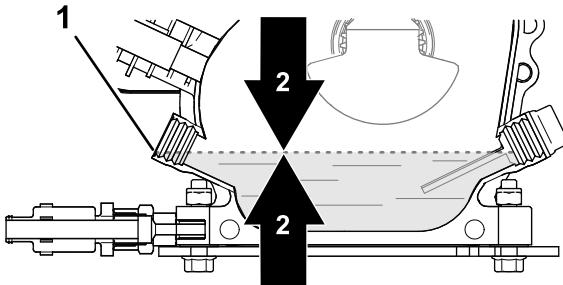

Figura 28
- Verifique o nível de óleo (Figura 28).